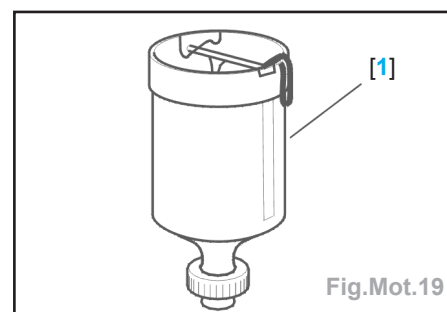

Fig.Mot.19
- Outil nécessaire (Fig.Mot.19) : [1] cylindre de charge (ref. 0173/2).